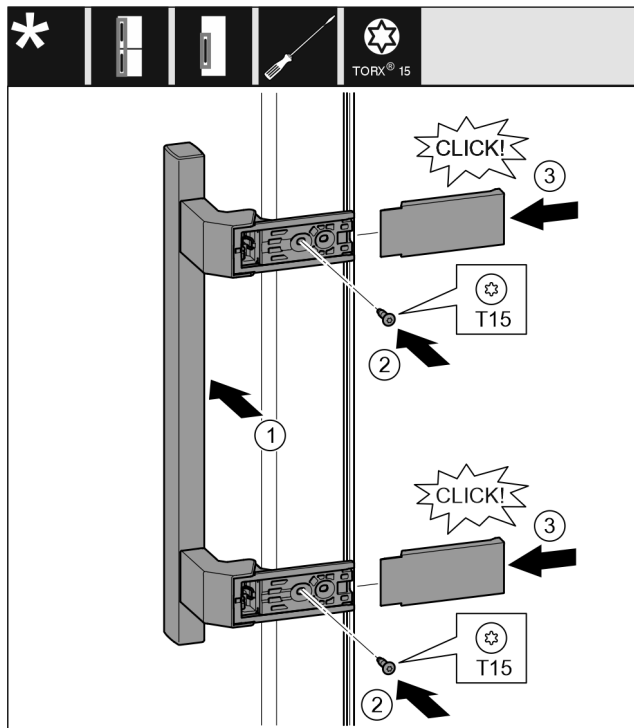

Fig. 20
- ▶ Helyezze fel a fogantyút a másik oldalra. Fig. 20 (1)
- ▶ Húzza meg a csavarokat T15 csavarhúzóval. Fig. 20 (2)
- ▶ Helyezze fel a fedelet oldalra, és tolja őket a helyükre. Fig. 20 (3)